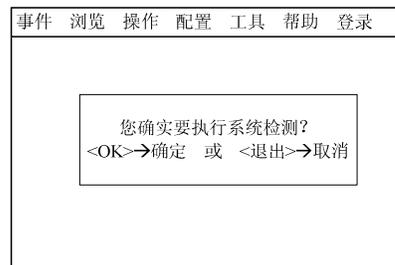

图 21-3
2. 按“→”键选择“工具”子菜单（图 21-2），然后按“↓”键选择“系统检测”，然后按“OK”键，确认系统检测窗口显示（图 21-3），再按“OK”键系统即开始执行检查。